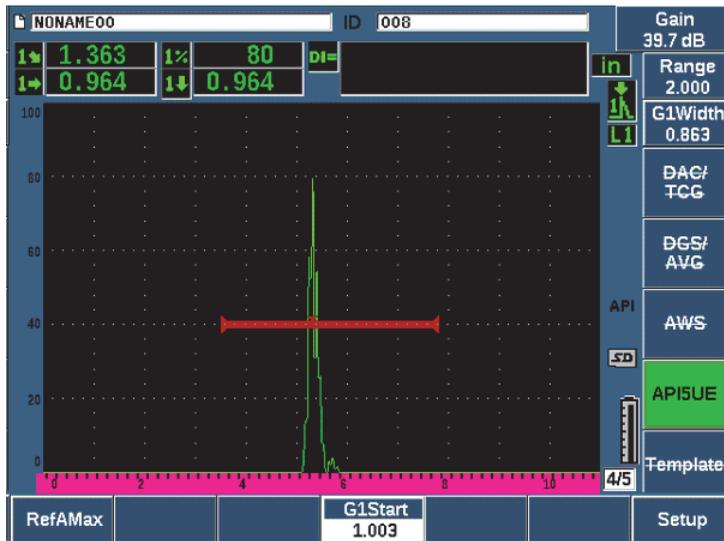

Figure 11-25 Stockage du point A_{max}
6. Appuyez sur **RefAMax** (touche P1) pour stocker le point A_{\max} , et puis appuyez encore sur **RefAMax** pour confirmer (voir la Figure 11-25 à la page 286).